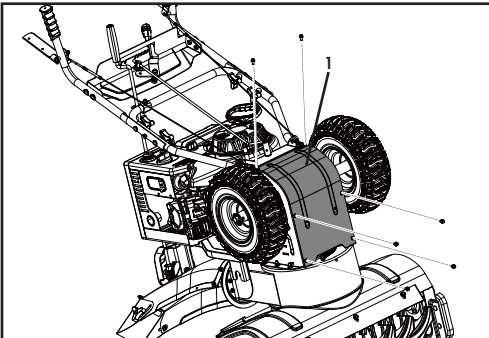

Figure 24
- Enlevez le couvercle de la base du châssis (1) du dessous de la souffleuse à neige en enlevant les 6 vis M6 × 16 qui le retiennent (figure 24).